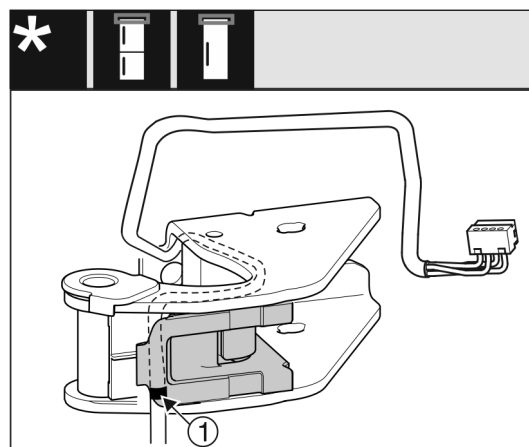

Fig. 28
- ▶ Middelste markering moet hierbij op de rand van de kabelhouder liggen Fig. 28 (1).